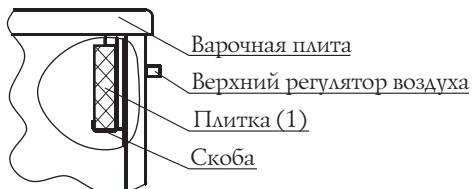

Рисунок 2.
Плитка (1) 120x380x30 устанавливается на передней стенке топки в районе верхнего регулятора подачи воздуха (рисунок 2).